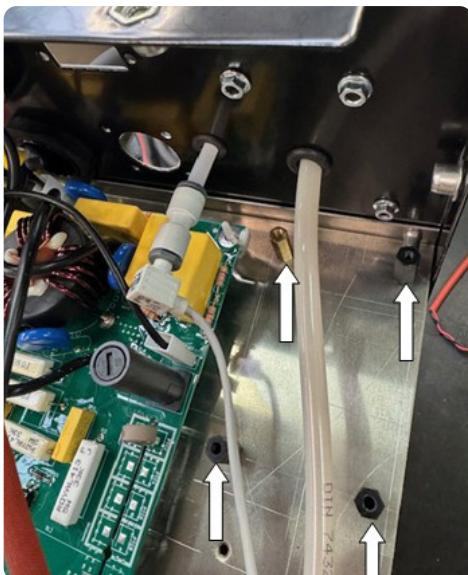

Fig. 1
- ◆ Utilizando los 4 tornillos M4 suministrados y los orificios recién realizados, fije los 3 espaciadores de plástico y el de latón en el interior del panel trasero, posicionando este último en correspondencia con el orificio (ver fig.1)